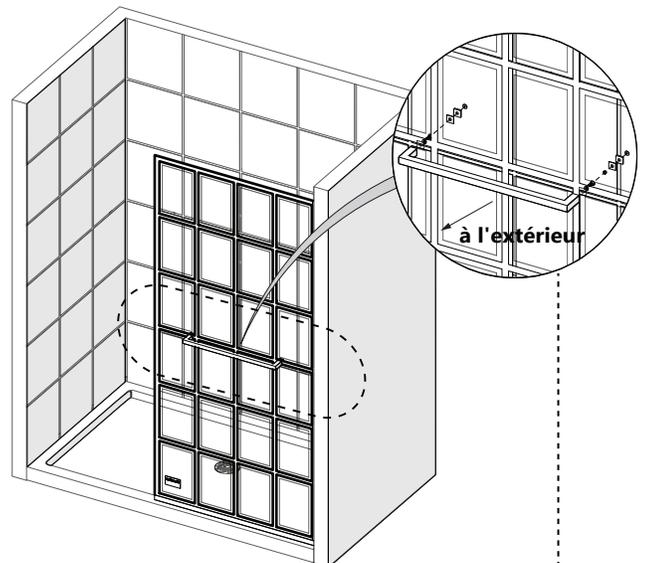

Fig 16b
- Installez le **porte-serviette (n° 05)** en vous assurant que tous les joints en vinyle sont présents pour éviter tout contact verre-métal, comme illustré à la Fig. 16b.